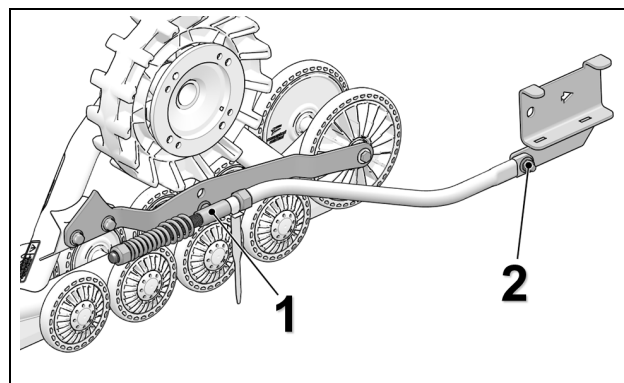

Figure 8
- Le bras stabilisateur doit être fixé au système de traction (1) et à l'ancrage arrière (2) installé au véhicule. Voir la Figure 8.